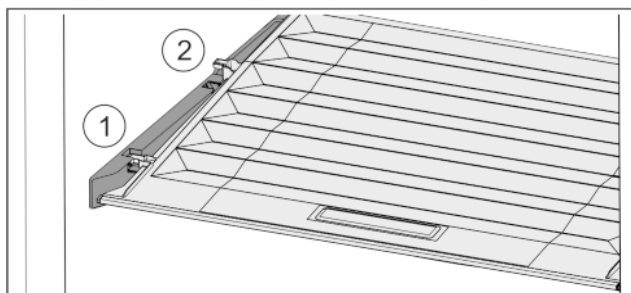

Fig. 29
- ▶ Deksel tot de opening in de vasthouders naar voren trekken Fig. 29 (1).
- ▶ Aan de achterkant vanaf de onderkant omhoog tillen en vanaf de bovenkant verwijderen Fig. 29 (2).